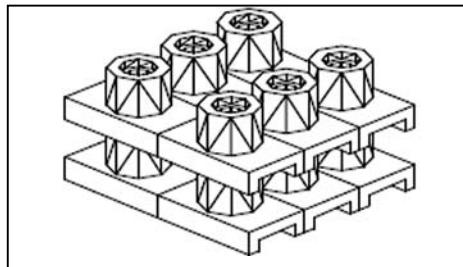

Рис. 7.21. Результат объемного размножения
8. Произвести трехмерное размножение получившегося объекта — «Редактировать» / «3D-операции» / «3D-массив» (рис. 7.21).